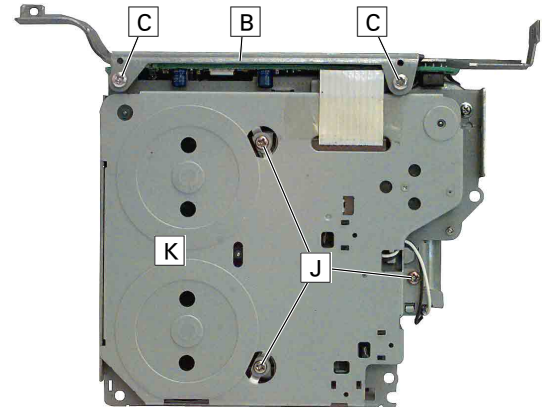

Fig. 2.2
- 2 Schrauben **C** (Fig. 2.2) heraus-schrauben und Traverse **B** abnehmen.
2.3 Bodenplatte **K ausbauen (Fig. 2.2)**
- Undo 2 screws **C** (Fig. 2.2) and remove the cross arm **B**.
2.3 Removing bottom plate **K (Fig. 2.2)**